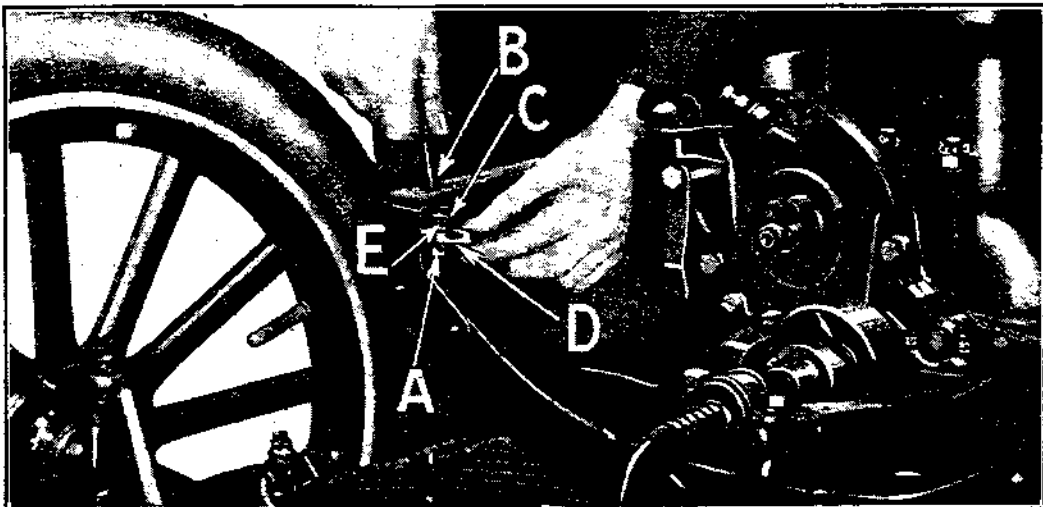

Fig. 89
**108** — Monter les boulons des supports des ailes avant, les ressorts du radiateur, les boulons et écrous en passant les 2 boulons inférieurs de l'aile avant dans les trous à la partie inférieure du châssis. (Voir A, fig. 89.) Passer les goujons B du radiateur dans les trous de la partie supérieure du châssis. Passer le ressort C du radiateur sur la partie inférieure de chaque goujon. Engager l'écrou D et visser le goujon dans l'écrou jusqu'à ce qu'il soit possible de passer une goupille dans le trou E du goujon.